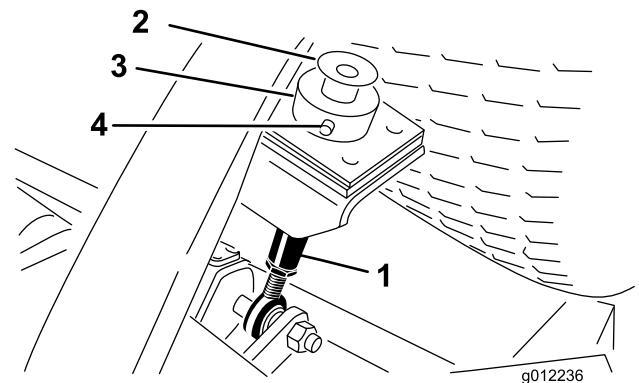

Figura 20
- Retire o parafuso e anilha montados na parte superior de cada barra de altura de corte (Figura 20).
- Retire o contrapino tipo grampo e pino de segurança que fixam o anel da altura de corte à barra de altura de corte na parte posterior da unidade de corte (Figura 20). Retire o anel da altura de corte.